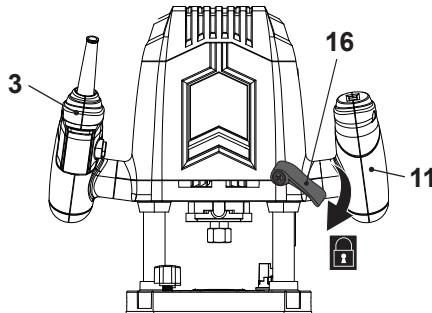

Fig. 1
- > Aplique una ligera presión en las empuñaduras (3, 11) a la vez que suelta la palanca de fijación de la profundidad (16) para mover la carcasa hacia arriba (Fig. 1,2).